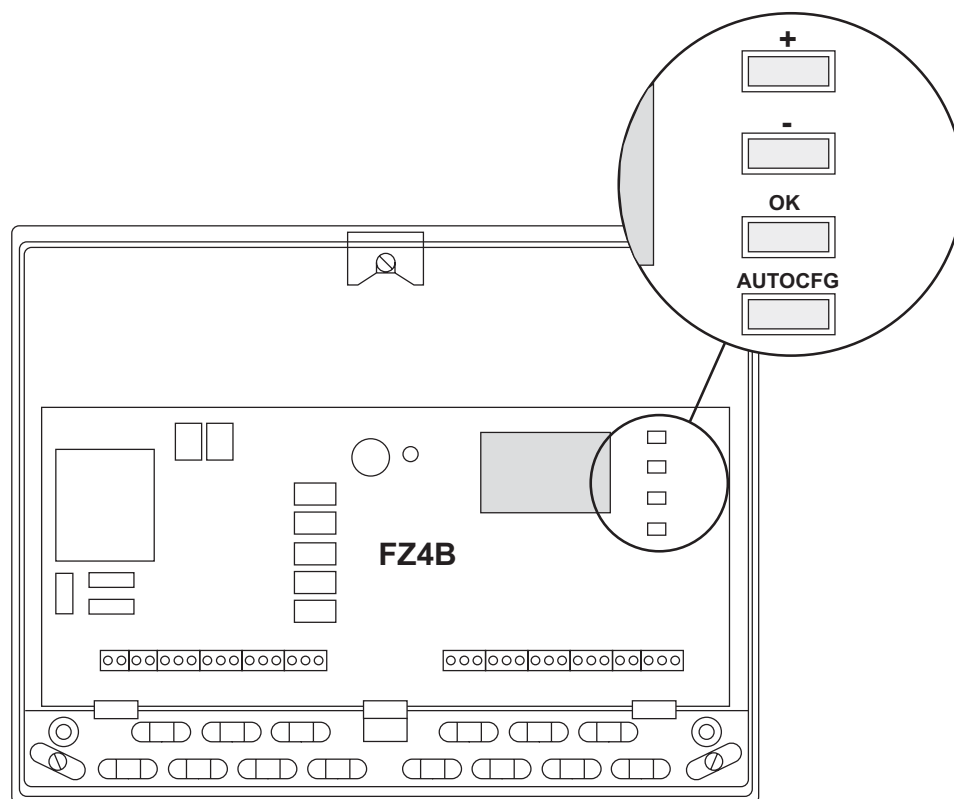

fig. 40 - Centralina FZ4
**Attenzione:** La caldaia è predisposta per il funzionamento con **termostato ambiente** sulla zona bassa temperatura. Collegando il **cronocomando remoto** sarà necessario configurare la centralina **FZ4B**. Per fare questo, premere il tasto **AUTOCFG** (vedi fig. 40) fino al lampeggio contemporaneo di tutti i leds della scheda **FZ4B**. La caldaia sarà quindi pronta per funzionare con cronocomando remoto sulla bassa temperatura.